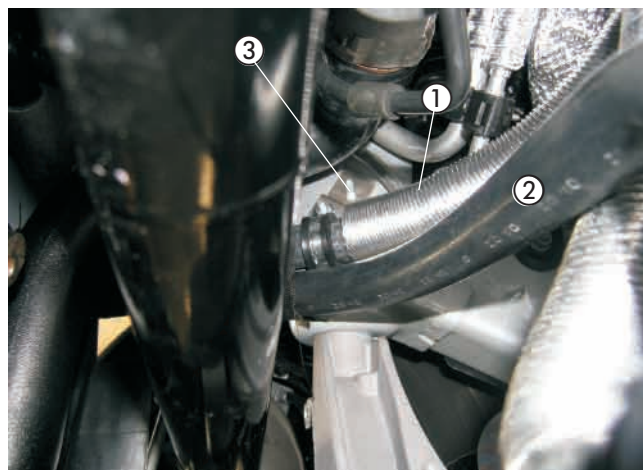

Bild 15
Den Halter 22 1000 50 64 00 am vorhandenen Stehbolzen M6 des rechten Längsträgers mit einer Mutter M6 befestigen und die Rohrschelle Ø 34 mm am Halter festschrauben (siehe hierzu auch Bild 15).
- ① Wasserschlauch von der Wasserpumpe zum Heizgerät
- ② Wasserschlauch vom Heizgerät zum Wärmetauscher
- ③ Rohrschelle Ø 34 mm am Halter 22 1000 50 64 00 (siehe auch Bild 15)